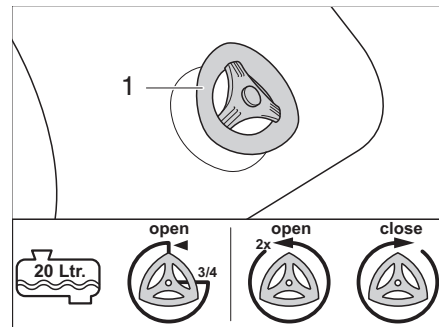

Fig. 370 Llave de desagüe
- 1/2 lleno o menos: Girar la llave de desagüe (Fig. 370,1) 3/4 de vuelta en el sentido contrario de las agujas del reloj. Se vacía el agua.
- 3/4 lleno y más: Girar la llave de desagüe (Fig. 370,1) 2 vueltas en el sentido contrario de las agujas del reloj. Se vacía el agua.
- Cerrar la llave de desagüe (Fig. 370,1) en el sentido de las agujas del reloj.